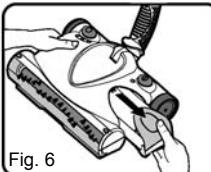

Fig. 6
1. Retirez le réservoir à poussière en le tirant directement du côté de l'appareil (Fig. 6).